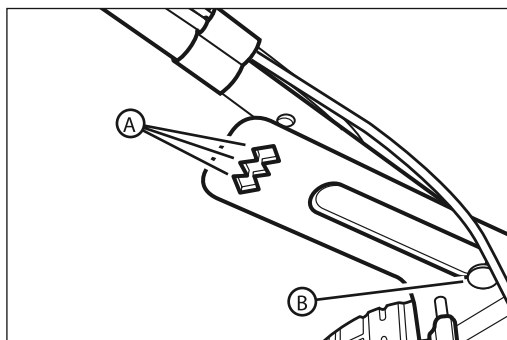

Рис. 2. Регулировка высоты рукоятки
Не снимайте нижний ряд креплений рукоятки (В, рис. 2).
2. Поднимите нижнюю рукоятку, выровняв ее с одним из трех отверстий в кронштейне рукоятки (А, рис. 2). (Большин-